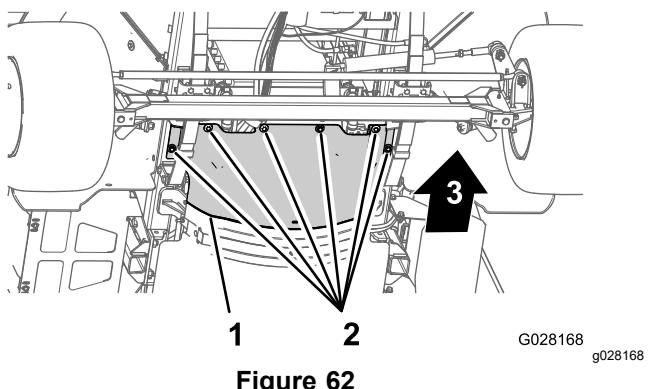

Figure 62
3. Retirez les 6 boulons à tête hexagonale et les 6 rondelles qui fixent l'écran pare-chaleur avant au châssis et déposez l'écran (Figure 62).